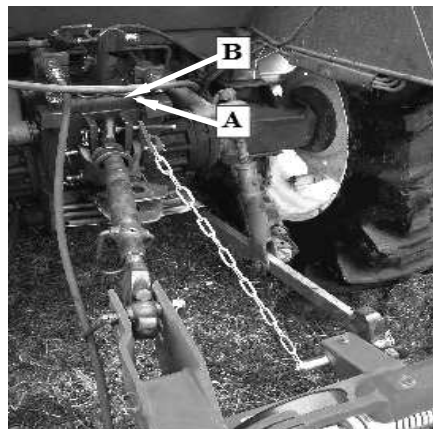

Bild 26. Befestigungskette
Befestigungskette (**Bild 26**) dient zum Behalten des Anbaubocks auf fester Höhe, wodurch der Mäher senkrecht bleibt und Kraftheber des Schleppers entlastet ist. Arbeit mit schrägen Stellung der Mäheller verursacht vorzeitigen Verschleiß der Gleitellernaben.
- ❑ den Zustand des Schmierens in der Getriebekiste (der Hauptrahmen) und in den Getrieben – **Bild 26** prüfen,